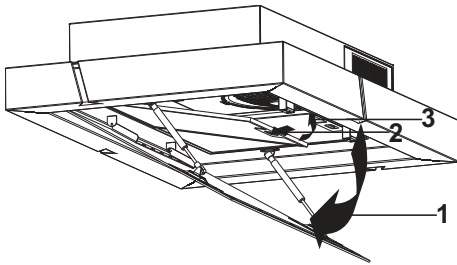

Abb. 17: Einsetzen des Metallfettfilters
11. ➔ Setzen Sie den Metallfettfilter in das Gerät ein und öffnen Sie den Filterverschluss (Abb. 17/1)
12. ➔ Montieren Sie den Metallfettfilter ( Abb. 17/2)
13. ➔ Schließen Sie die Randabsaugungsplatte (Abb. 17/3).